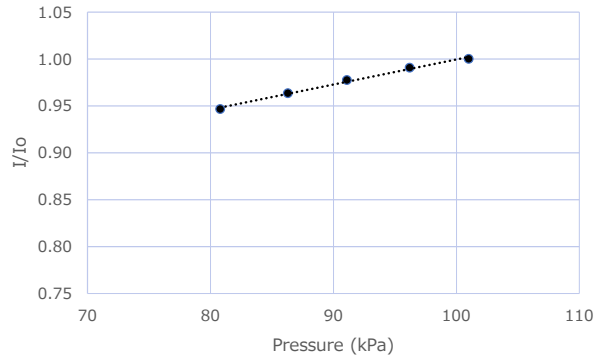

图13 - TGS5141的气压依赖性
图13所示为TGS5141气压依赖性的示例。Y轴表示在各种气压 (I) 条件下300ppm CO中的输出电流与气压为101.3kPa (I0) 时300ppm CO中的输出电流之比。虽然传感器本身不受气压变化的影响，但由于大气中的CO摩尔浓度随着气压变化而变化，因此输出电流具有显而易见的气压依赖性。